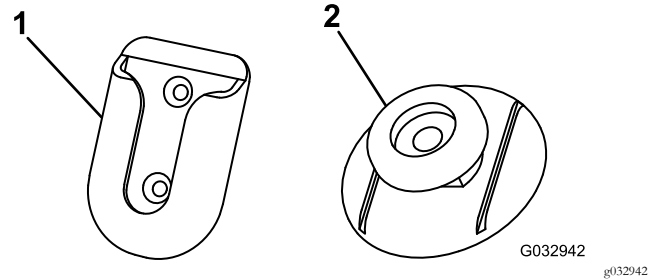

Figura 24
3. Limpie la parte posterior del soporte giratorio (Figura 24) con la toallita humedecida con alcohol y luego séquelo.
7. Retire el protector de 1 lado del adhesivo y aplíquelo a la parte posterior de la pestaña de montaje (Figura 24).